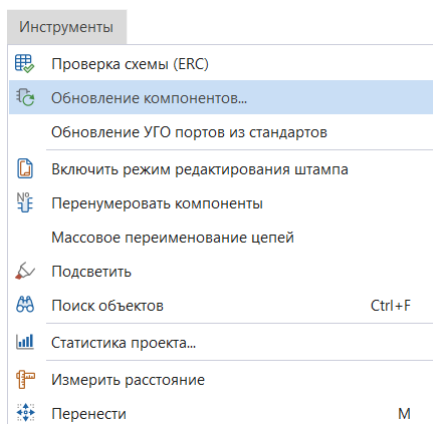

Рис. 100 Вызов функции группового обновления компонентов
1. Выберите пункт «Обновление компонентов...» в разделе «Инструменты», Рис. 100.